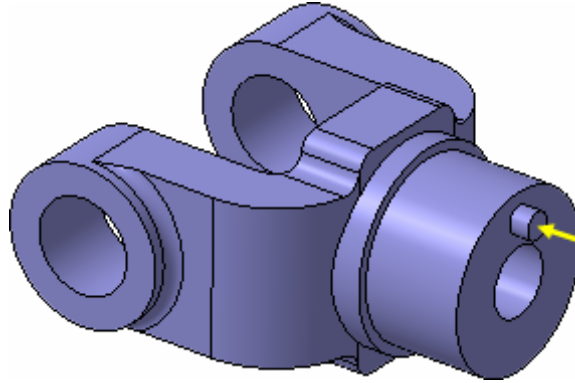

Рисунок 72.
- Закройте эскиз и выдавите его в прямом направлении на 5 мм. Этот элемент будет исходным компонентом концентрического массива (рис. 72).